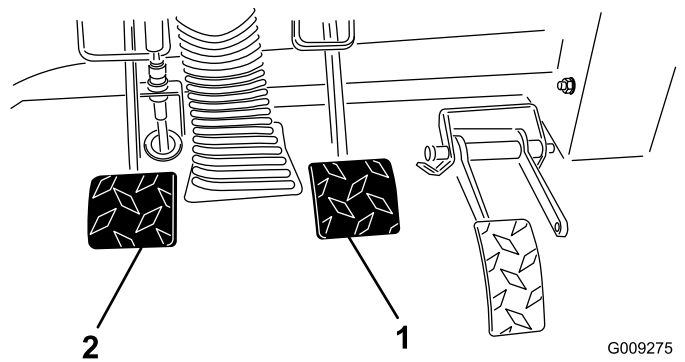

Figura 56
2. Tire hacia arriba del pedal de freno (Figura 56) hasta que entre en contacto con el bastidor.